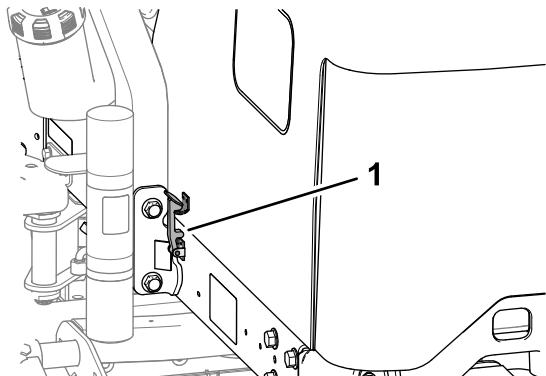

Figura 53
- Ruotate il cofano in su e indietro (Figura 53).